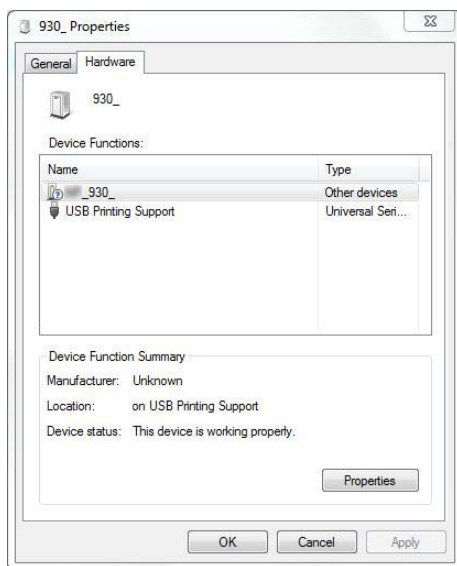

Abbildung 36: Eigenschaften "Andere Geräte"
- Wählen Sie den Reiter "Hardware" aus (siehe Abbildung 36). Machen Sie einen Doppelklick auf den Drucker (Typ: Andere Geräte); dadurch öffnet sich ein neues Fenster.